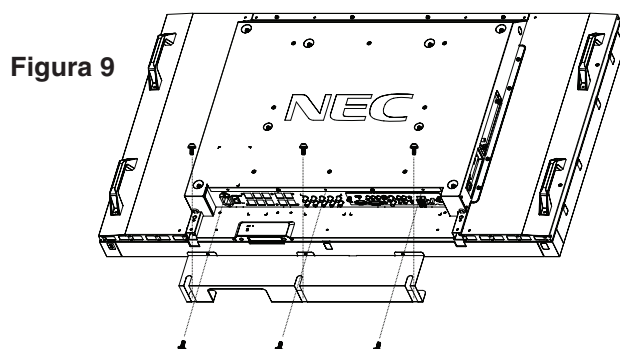

Figura 9
- Use seis de los tornillos M4x10 (incluidos) para fijar la cubierta de los cables (Figura 9).